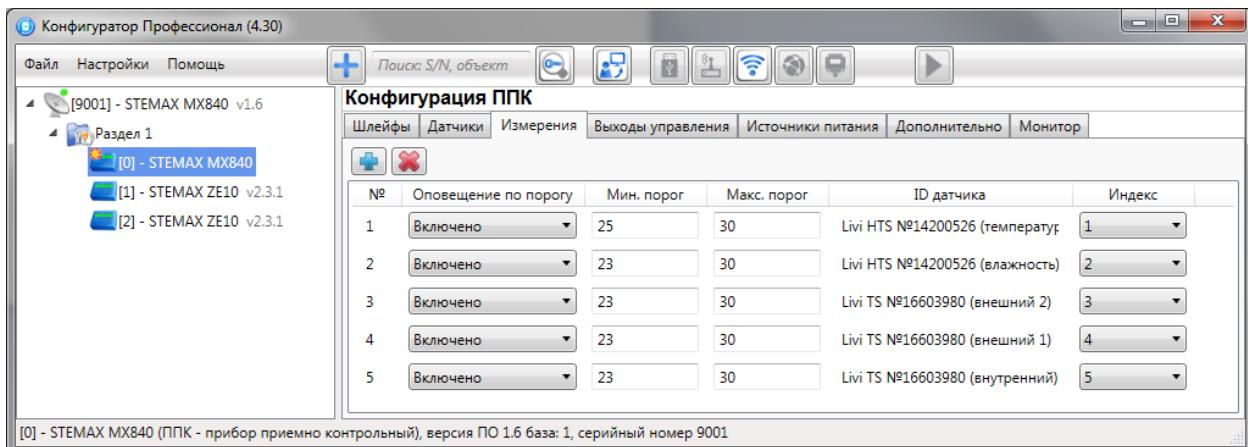

Рисунок 4.41 – Окно Список найденных датчиков
- 2) На вкладке «Измерения» нажмите кнопку в верхнем левом углу (см. рисунок 4.41).
Настройка параметров работы с зарегистрированными сенсорами выполняется в таблице с описанными ниже столбцами (см. рисунок 4.41).
Для удаления канала измерения из конфигурации выделите его в списке и нажмите кнопку  в верхнем левом углу вкладки (см. рисунок 4.41).